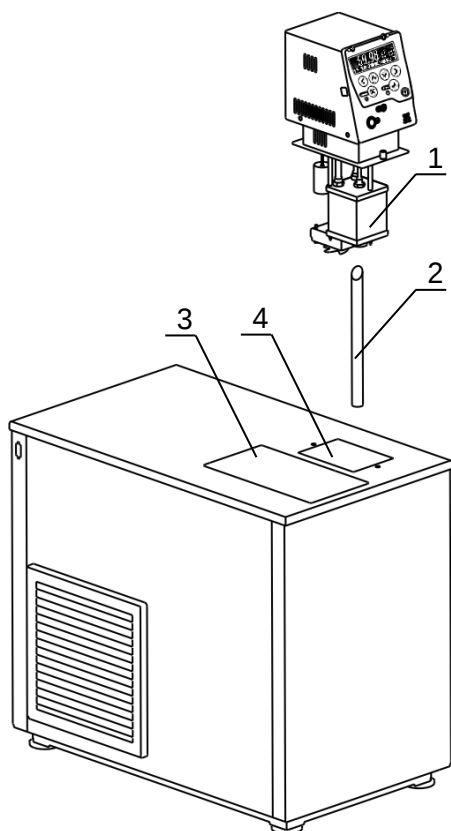
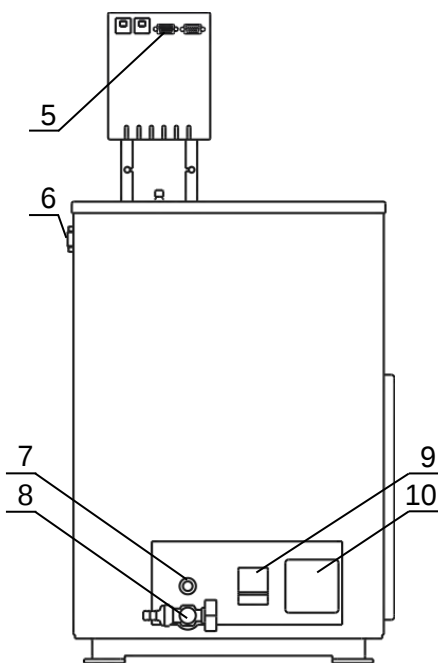

Рисунок 2 — Установка блока регулирования
Рисунок 3 — Задняя панель термостата
2.2.3 Вставить выходную трубку 2 (рисунок 2) в соединительное отверстие на дне основной ванны 4 косым срезом вверх, как показано на рисунке 2.
2.2.5 К переливному штуцеру 7 (рисунок 3) присоединить гибкий шланг, второй конец которого опустить в емкость для сбора излишков теплоносителя объемом 1.5–2 литра.
2.2.6 Заполнить ванну термостата теплоносителем через отверстие над рабочей ванной 3 (рисунок 2) до момента начала слива теплоносителя из переливного штуцера 7 (рисунок 3). Температурный диапазон применения теплоносителя должен соответствовать значениям, указанным в 1.2.6.
2.2.7 Вставить вилку сетевого кабеля блока регулирования в розетку 10 (рисунок 3). Соединить кабелем из комплекта поставки блок регулирования (разъем 5) и холодильную машину (разъем 6). Сетевым кабелем термостата подключить к питающей сети. Для этого в лабораторном помещении должна быть установлена электрическая розетка из комплекта поставки термостата.
Причина отсутствия перелива — неправильная работа насоса, вызванная воздушной пробкой, образовавшейся в резервуаре 1 (рисунок 2). Для ее устранения необходимо:
2.4.2 Надеть сливной шланг из комплекта поставки на сливной кран 8 (рисунок 3) и закрепить его хомутом. Свободный конец шланга опустить в емкость для сбора теплоносителя объемом, превышающим объем термостата.